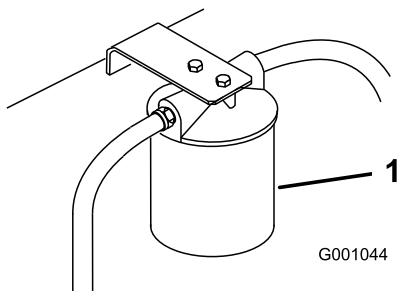

Figura 79
3. Coloque un recipiente bajo el filtro, retire el filtro usado y limpie con un paño la superficie de la junta del adaptador del filtro (Figura 79).